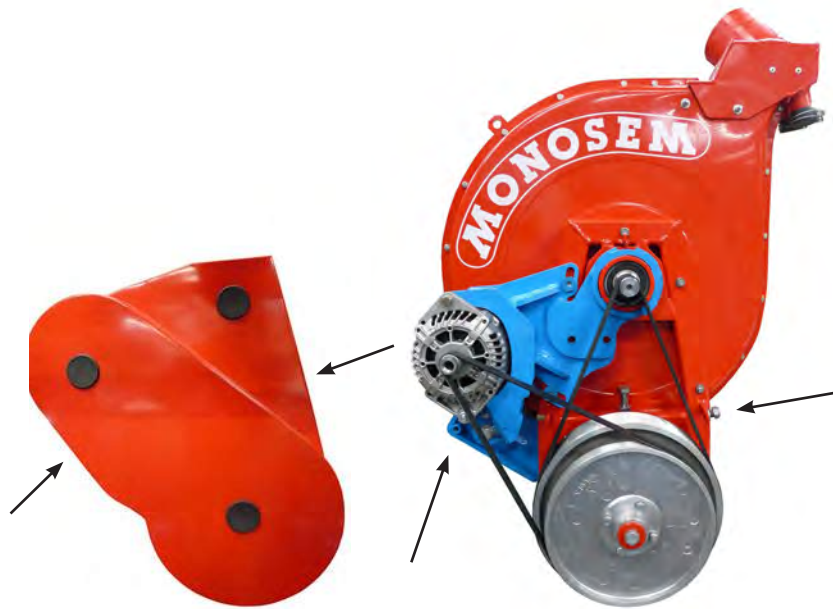

Fig.1
- Fixation du carter (fig. 1).
- Enlever le carter de protection des courroies (fig. 1).
- Fastening the casing (fig. 1).
- Remove the belt's protective casing (fig. 1).
- Fijación del cárter (fig. 1).
- Quitar el cárter de protección de las correas (fig. 1).
- Fissaggio del carter (fig. 1).
- Togliere il carter di protezione delle cinghie (fig. 1).